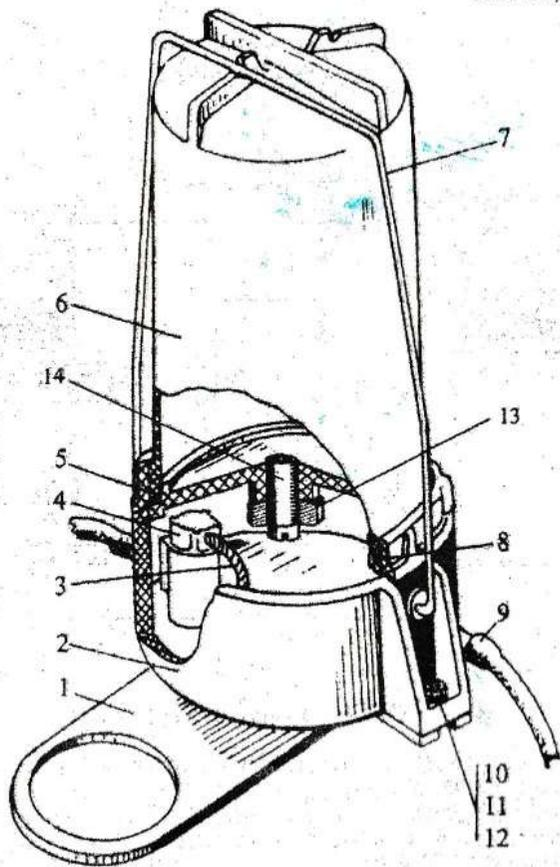

Рис. 2. Маслёнка УВД 10.020
4.2. Для смазки подшипников и трущихся поверхностей насос снабжён маслёнкой фитильного типа. Конструкция маслёнки показана на рис. 2. Маслёнка обеспечивает равномерную непрерывную подачу масла в насос.
Маслёнка состоит из двух составных частей: стакана 6 вместимостью 0,6 л и чашки 2. Масло заливается в стакан, который закрывается крышкой 5 и фиксируется на чашке дугой 7. Из стакана масло вытекает в чашку до тех пор, пока его уровень не достигнет верхней части клинообразного выреза трубки крышки. Уровень масла в чашке маслёнки (рис. 2) зависит от длины выступающего конца трубки 14 и должен находиться в пределах 13...18 мм. При снижении уровня масла воздух поступает в стакан через вырез в трубке и масло вытекает до тех пор, пока не достигнет установленного уровня.